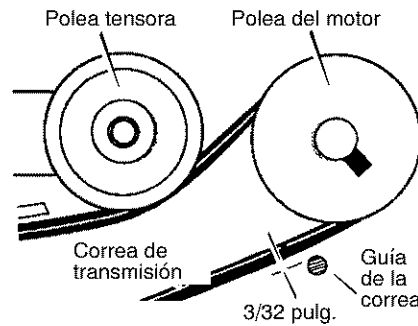

Figura 12
1. Quite el **gancho en "Z"** de la **palanca del propulsor de la barrena** (Figura 12).
8. Ajuste la guía de correa para que deje un espacio de 3/32 de pulgada, como se muestra en la Figura 12.